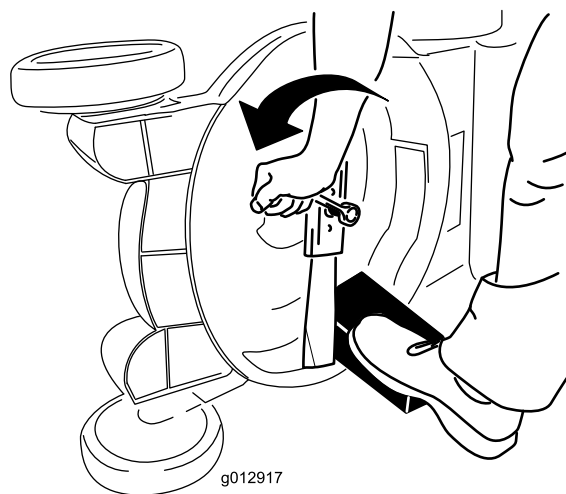

Figura 45
3. Usate un blocco di legno per tenere ferma la lama (Figura 45).
4. Togliete la lama e conservate la bulloneria di montaggio (Figura 45).